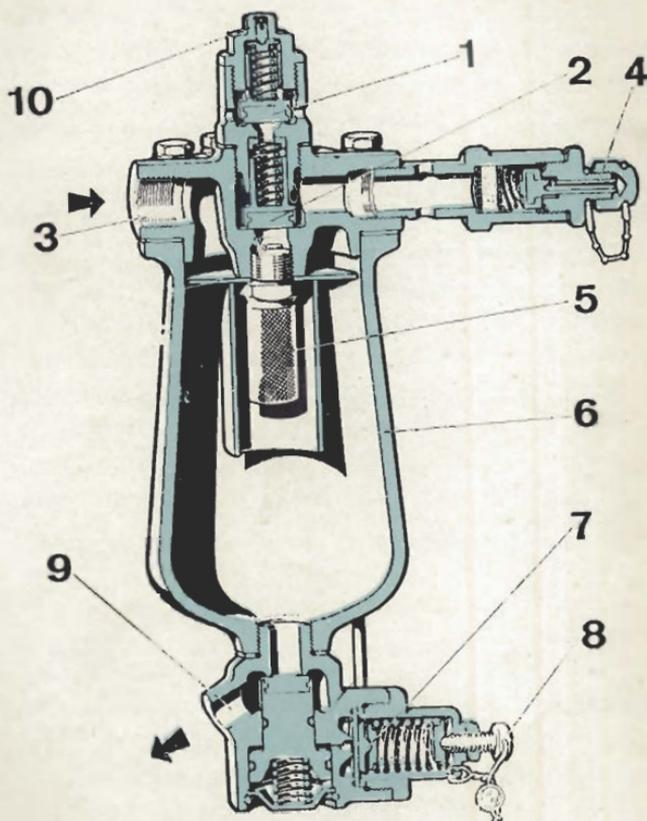

Fig. 11.2. - Depurador-regulador de aire
11.4 DEPURADOR-REGULADOR DE AIRE (fig. 11.2)
Válvula de inflar neumáticos (4 - fig. 11.2).— Para utilizarla, sacar el tapón situado en el extremo del cuerpo (4) de descarga automática y conectar la extremidad de la manguera, roscándola en el racor que a su vez abrirá la correspondiente válvula, quedando el circuito de aire conectado al neumático de la rueda. El aire suministrado al neumático queda filtrado por un tejido de malla de nylon.